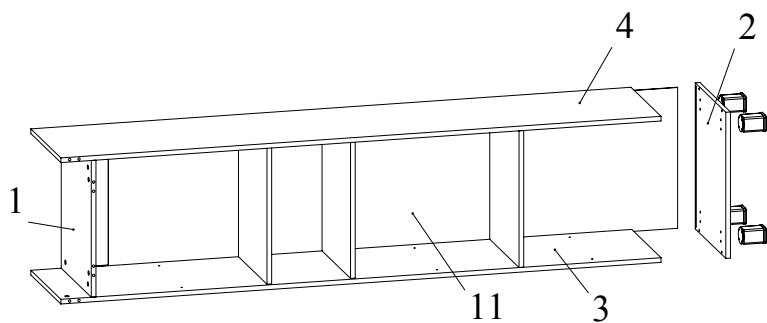

Рис.5
9. Вставить стенку ДВП 11 в пазы боковин 3, 4, крышки 1 (Рис. 5).
10. Соединить при помощи конфирматов 7x50 дно 2 с боковинами 3, 4 (Рис. 5).
11. Прикрепить при помощи конфирматов опоры ко дну 2 (Рис. 5).